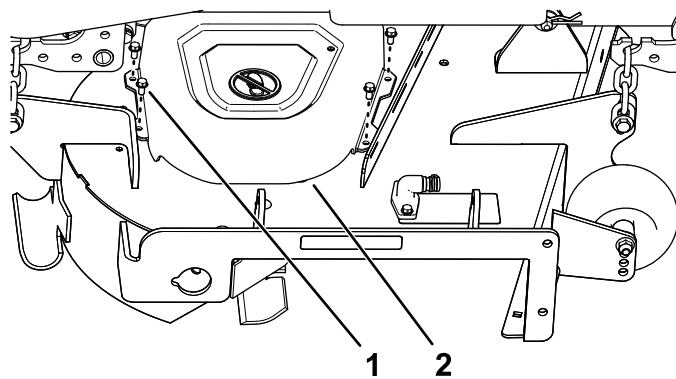

Figura 7
- Îndepărtați cele 4 uruburi ($\frac{1}{4} \times \frac{1}{2}$ ") care fixează capacul curelei dreapta și scoateți capacul curelei (Figura 7).